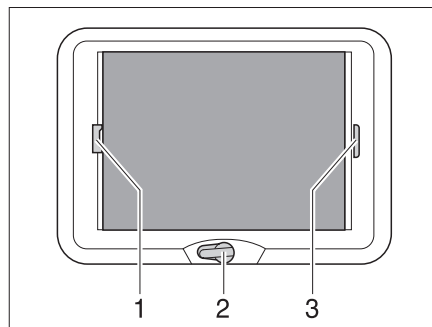

Fig. 95 Claraboya de manivela
- Girar la manivela (Fig. 95,2) hasta que se note resistencia (ángulo de apertura máx. 70°).
- Tirar del asidero (Fig. 95,3) del estor plegable y soltarlo en la posición deseada. El estor plegable se queda fijo en esta posición.
- Tirar del asidero (Fig. 95,1) de la protección contra insectos hacia el asidero opuesto del estor plegable (Fig. 95,3) y hacerlos engatillar.
- Presionar el tirador de la protección contra insectos (Fig. 95,1) por la parte de atrás hacia arriba y desengancharla del estor plegable (Fig. 95,3).